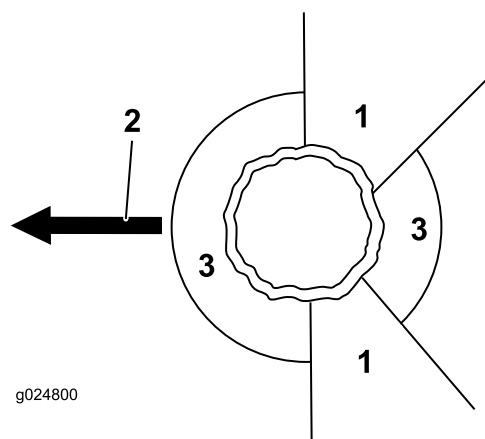

Figure 17
2. Prévoyez une voie de repli dégagée et sûre à partir de la zone dangereuse; voir Figure 17.